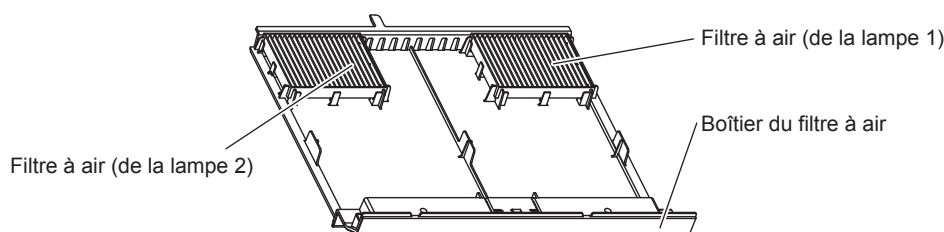

Fig. 1
1) Retirez le couvercle de la lampe. (Fig. 1)
1) Fixez le filtre à air. (Fig. 1)